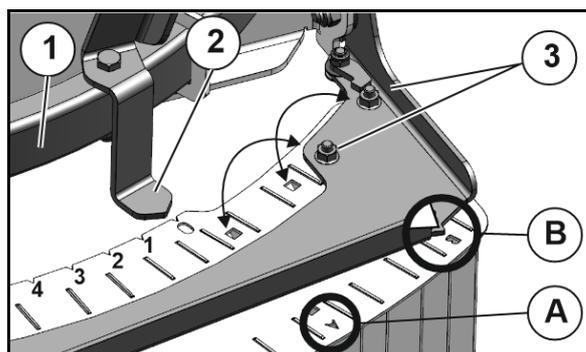

Fig. 64
2. Décaler le bloc de lamelles sur l'arceau de guidage (Fig. 64/1) jusqu'à ce que l'indicateur (Fig. 64/2) soit positionné sur la valeur sélectionnée sur le tableau d'épandage.